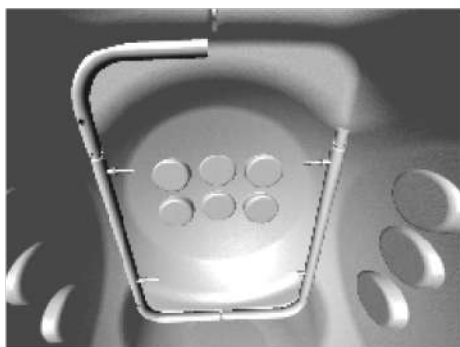

Рис. 4
5.1. В первую очередь собираются нижние части элементов каркаса колодца (рис.4)